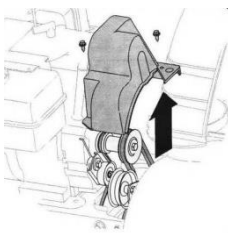

Fig. 10
Îndepărtați capacul curelei din partea din față a motorului înlăturând cele două șuruburi. Vezi Fig. 10
- Îndepărtați capacul curelei din partea din față a motorului deșurubând cele două șuruburi de fixare. Vezi Fig. 10.